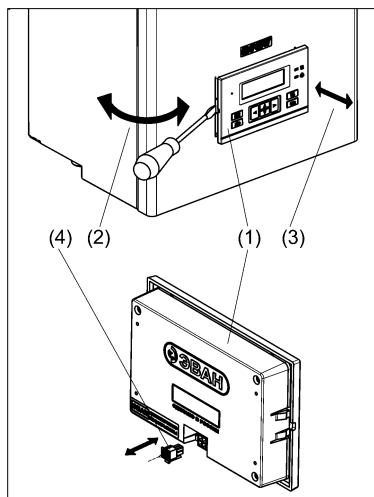
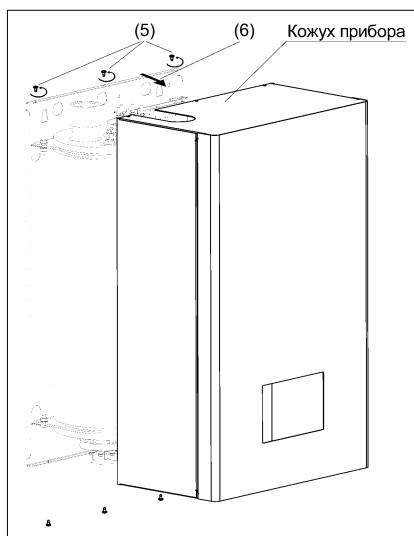

Рисунок 6. Снятие блока управления
Рисунок 7. Снятие кожуха прибора
(1) Аккуратно подденьте плоской отвёрткой место примыкания блока управления и лицевой панели (см. рис. 6).
(2) Выдвиньте блок управления на себя.
(3) Отсоедините кабель с разъёмом от блока управления (кабель подсоединён с тыльной стороны блока управления).
(4) Уберите блок управления в сторону в безопасное место.
(5) Открутите отвёрткой три самореза с верхнего и три самореза с нижнего торца кожуха прибора (см. рис. 7).
(6) Снимите кожух прибора.
6.2.3 Подключение прибора к электрической сети осуществляется только через внешний автоматический выключатель QF (см. рис. 7) с номинальным током (In) указанным в таблице 2.